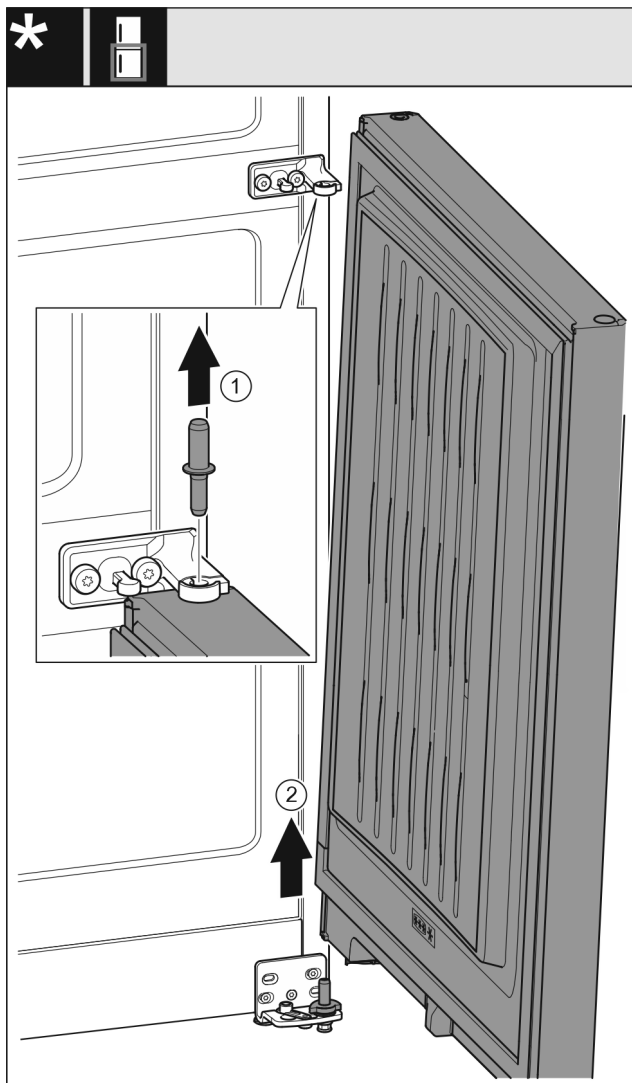

Fig. 11
- ▶ Čep vytáhněte nahoru. Fig. 11 (1)
- ▶ Dveře kýváním vysadíte a odložte stranou. Fig. 11 (2)